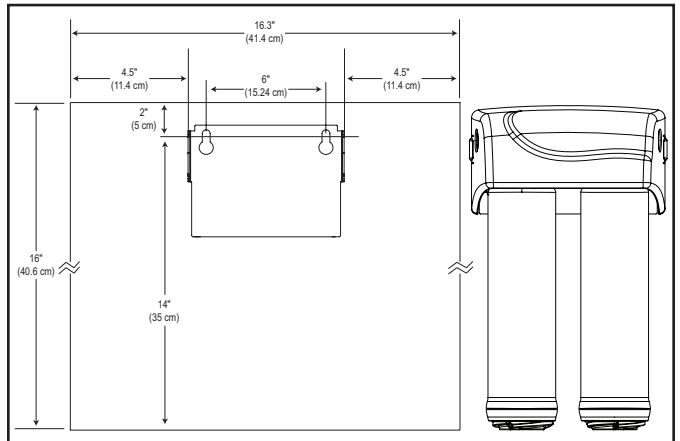

Figura 14
- El sistema se monta de forma vertical (Figura 14). Las dimensiones que muestra el diagrama permiten la extracción del cartucho o del sistema. Asegúrese de que el montaje esté nivelado. Use una broca de 3/32" para hacer los orificios iniciales para el montaje.